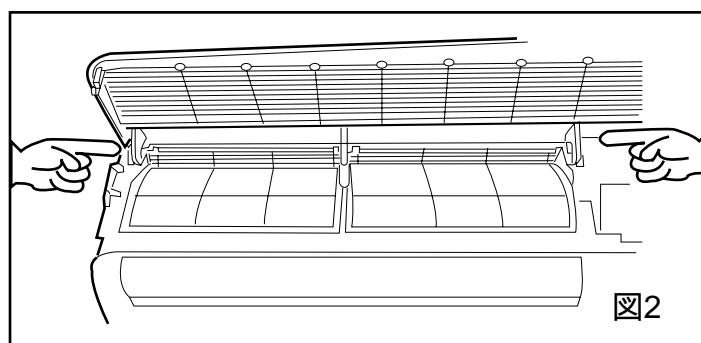

図2
2. パネルが水平になる（止まる）ところまで開きます。そのままの状態前面パネルの左右のヒンジ部分（図2）を本体側の突起のヒンジの穴から片方ずつはずします。パネルを手前に引き出すと、中央のヒンジも本体から外れ、パネルを取り出せます。